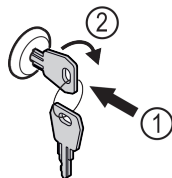

Fig. 160 Simbolična slika
- Vstavite ključ Fig. 160 (1).
- Ključ obrnite v smeri urnih kazalcev za 90° Fig. 160 (2).